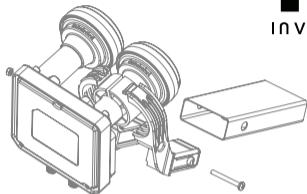

Fig. 1
1. Platzieren Sie ein LNB in der einen Hälfte der LNB-Halterung/ Klemme der Satellitenantenne. Legen Sie die zweite Hälfte um ein LNB indem die beiden oberen Hälften zusammengesteckt werden und ziehen Sie die Klemmschraube leicht an, so dass sich ein LNB noch leicht drehen kann (Abb. 1).